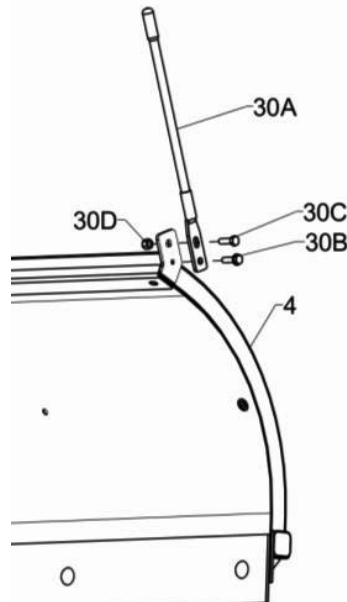

Abbildung 5. Montage der Schildführungen G10752
9. Bringen Sie die Schildführungen (30A) mit selbstschneidenden 5/16"-18 x 1"-Innensechskantschrauben (30B), 5/16"-18 x 1"-Innensechskantschrauben (30C) und selbstsichernden 5/16"-18-Muttern (30D) an die Schildbaugruppe (4) an, wie in Abbildung 5 dargestellt.